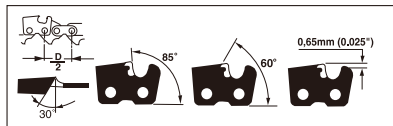

Fig. 21
**SLIPA KEDJAN** - Kedjans delning (Fig. 21) är  $3/8''$  LoPro x 0,050". Slipa kedjan med skyddshandskar och en  $\varnothing 5/32''$  (4 mm) rundfil.
Slipa alltid skärtänderna med utåtrörelse (Fig. 22) och iaktta måtten i Fig. 21.